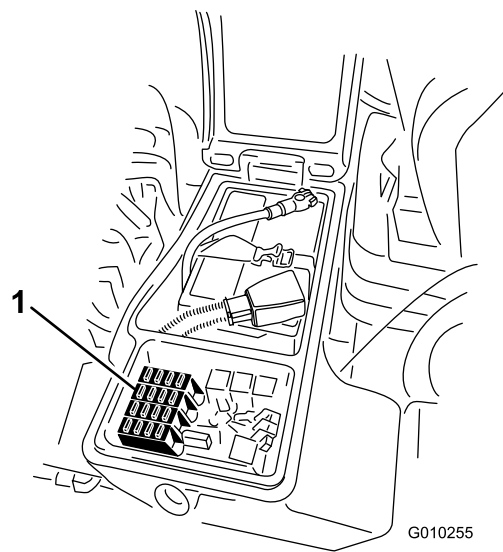
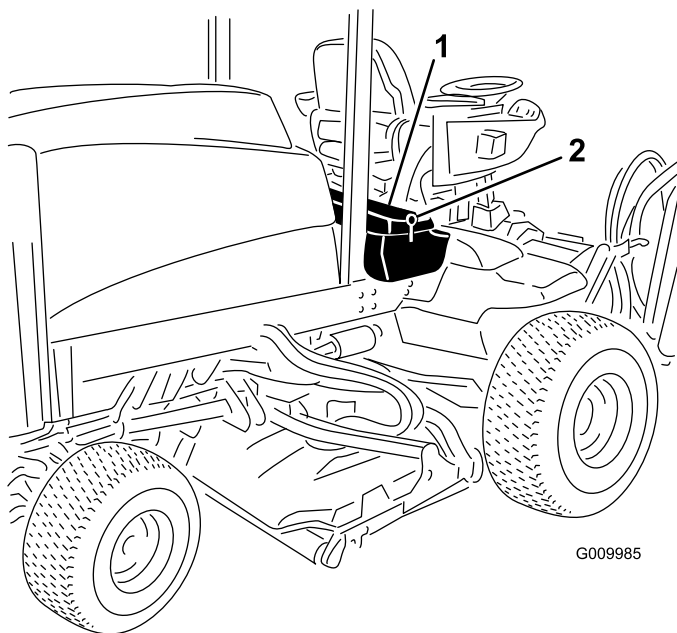

図 52
図 51
1. 右側の物入れのカバーのラッチを外してベルトカバーを外し図 51、ヒューズブロックを露出させる図 52。
2. 必要に応じてヒューズを交換する図 52。